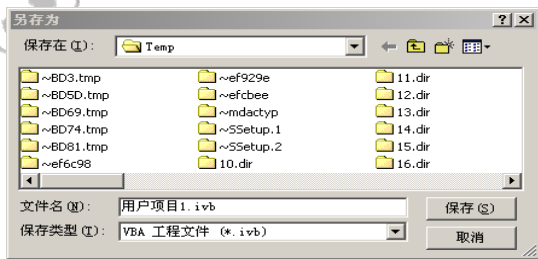

图 15-11 “另存为”对话框
(4) 单击标准工具栏上的【保存】按钮, 打开如图 15-11 所示的【另存为】对话框, 选择好文件路径和文件名后单击【保存】按钮保存用户工程文件。